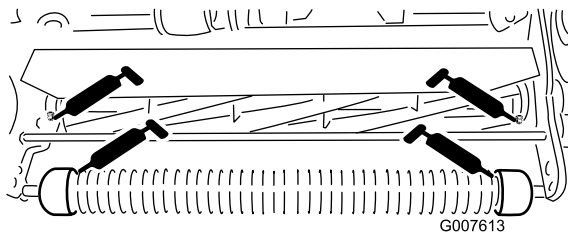

Figure 21
- 2 sur le rouleau avant (Figure 21)
- 2 sur les roulements de cylindre (Figure 21)